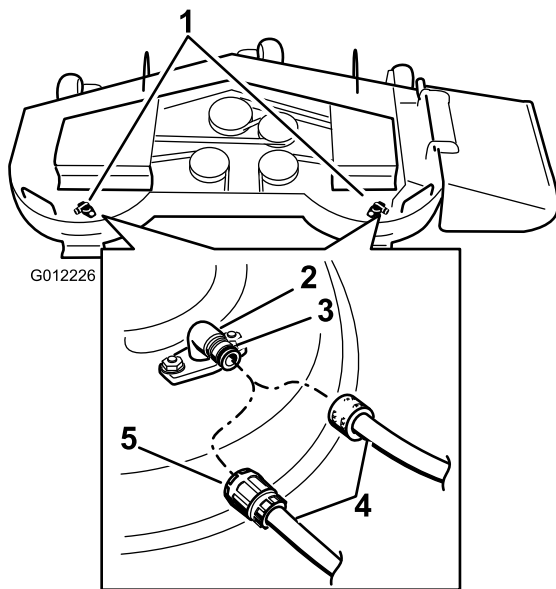

Figura 71
3. Conecte el acoplamiento de la manguera al extremo del conector de lavado del cortacésped, y abra el grifo al máximo (Figura 71).